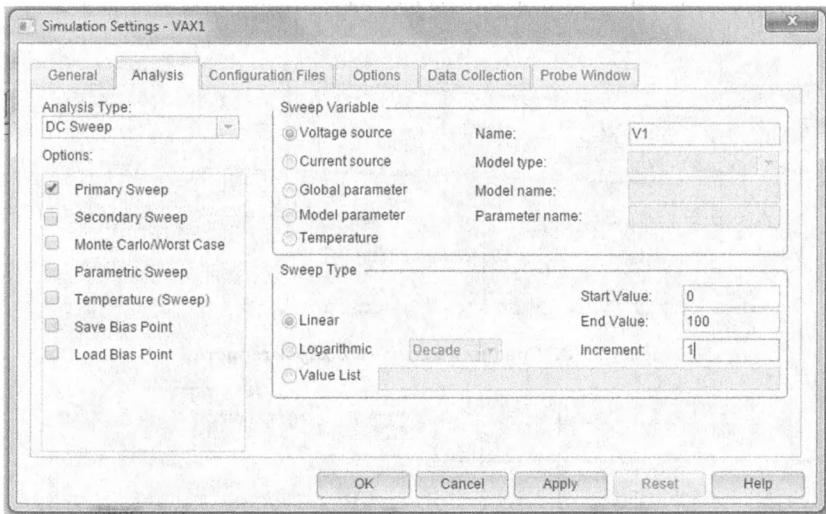

Рис. 2.31. Установка первичной развертки по напряжению коллектора
4. Создаем профиль моделирования VAX1. Устанавливаем первичную развёртку по напряжению на коллекторе V1 от 0 до 100 В с шагом 1 В (рис. 2.31).